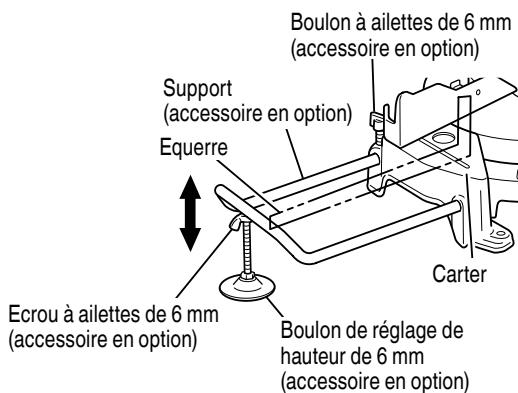

Fig. 18
- (1) Comme indiqué à la Fig. 18, utiliser une équerre en acier pour aligner le bord supérieur des supports sur la surface du socle.